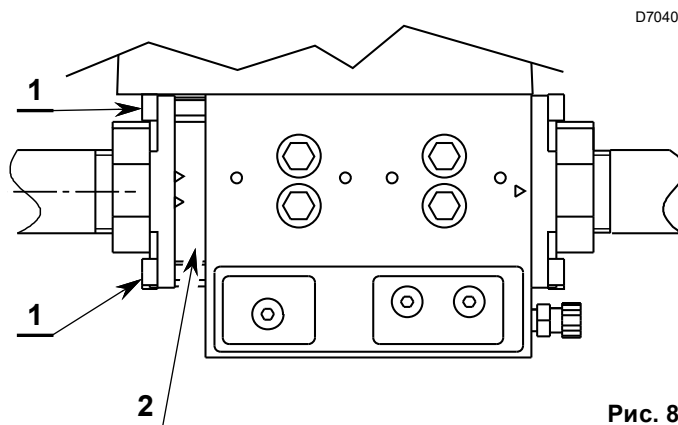

Рис. 8
- Проверьте герметичность фланца (Рис. 8).